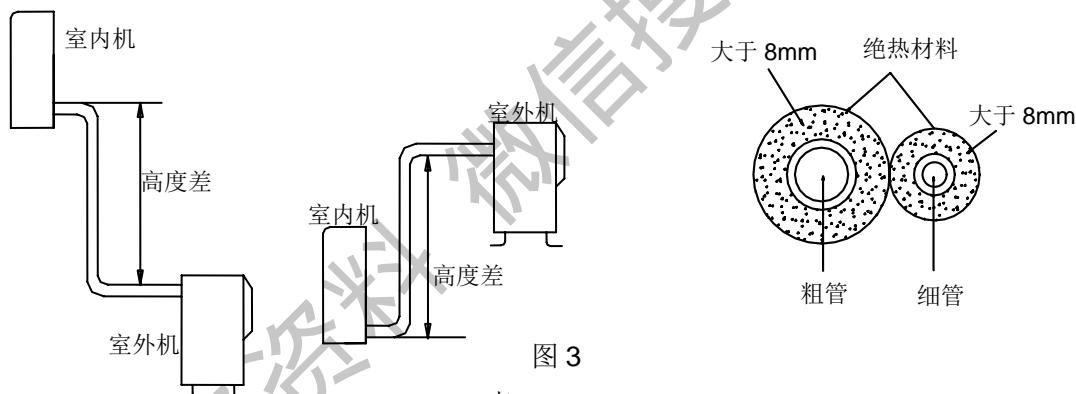

图 3
1. 空调器应在表 1 许可的配管管长和高度差内安装 (参考图 3)。